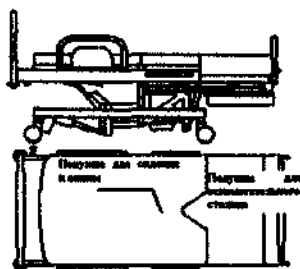

Рисунок 7
6.4. Выдвиньте вспомогательный столик, положите матрас на поверхность кровати, и она перейдет в положение «кровать» (Рисунок 7).